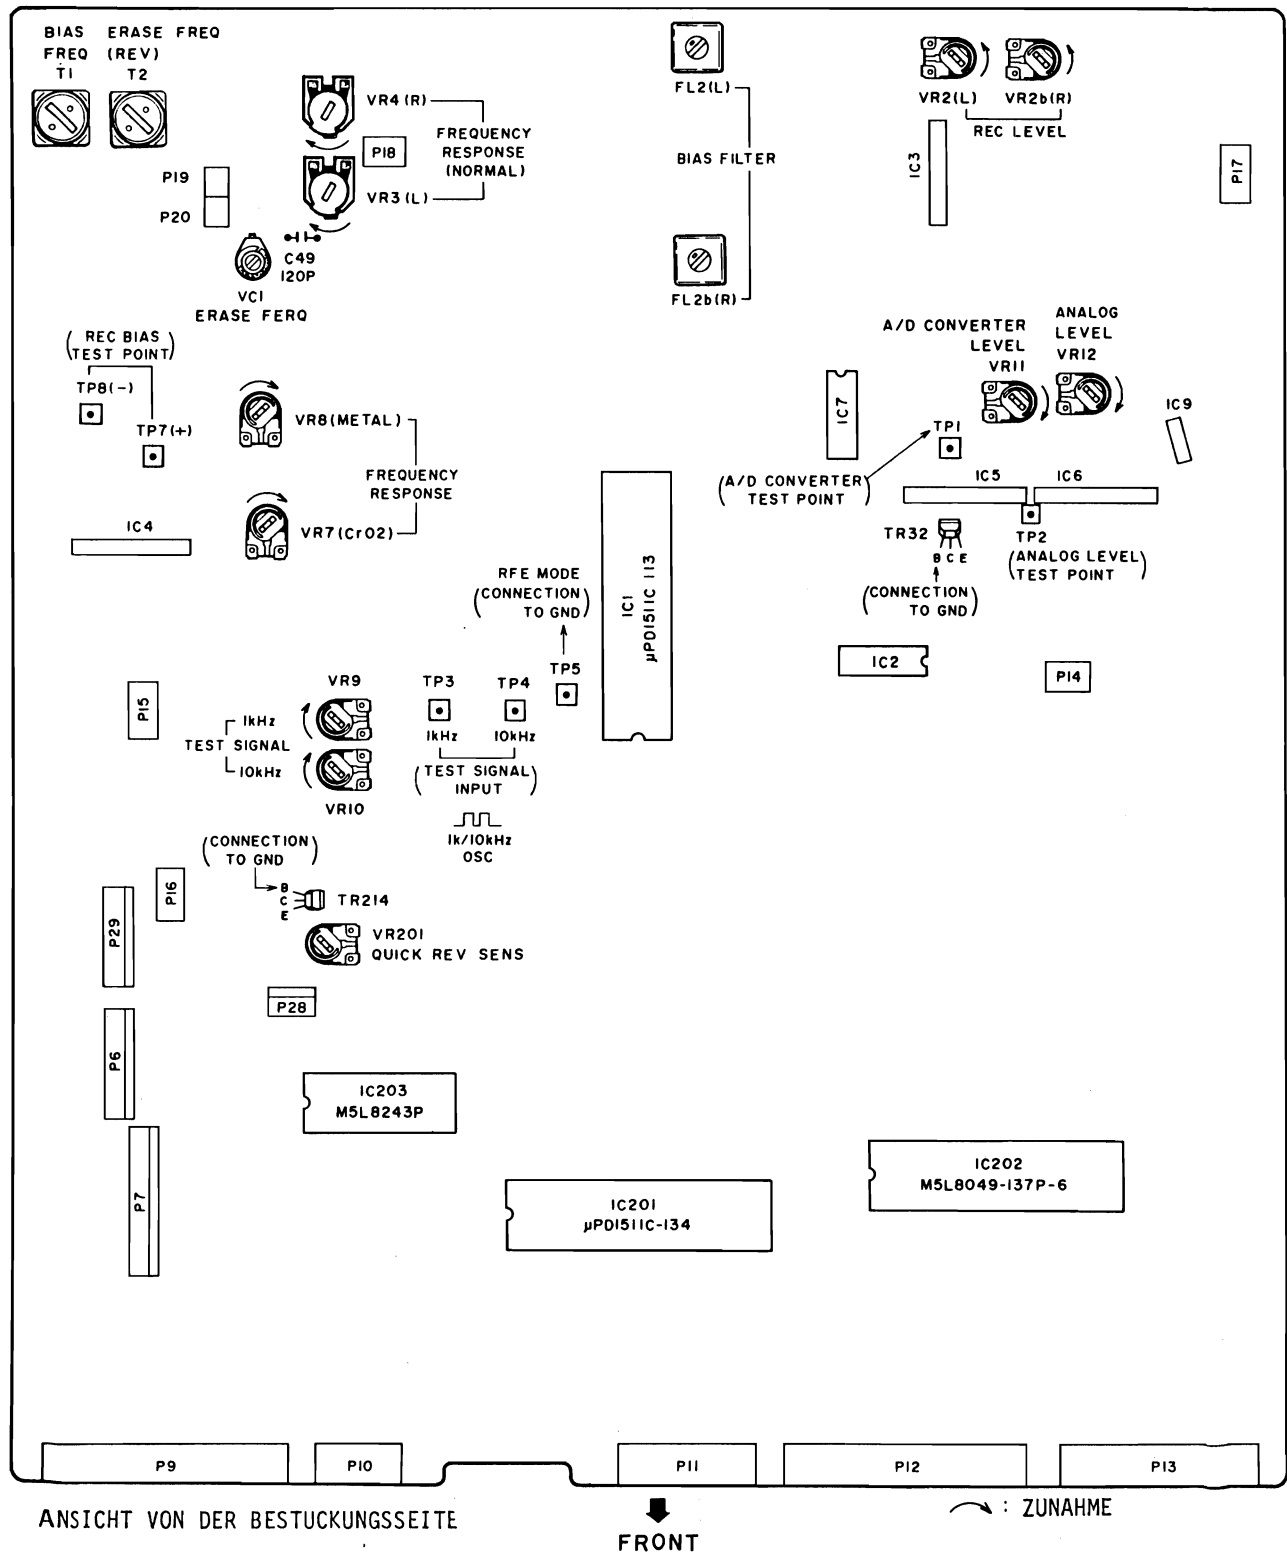

Abb. 7-3 Sys-con und Einmeß-Leiterplatte
b. Für den Einmeß-Abgleich, siehe Abb. 7-3.
- c) Unter Verwendung der bandlosen Cassette VR201 (an der SYS-CON LEITERPLATTE, siehe Abb. 7-3) so einstellen, daß das Digitalvoltmeter in der FWD Wiedergabe $4,30 \pm 0,05\text{V}$ -Gleichspannung anzeigt.